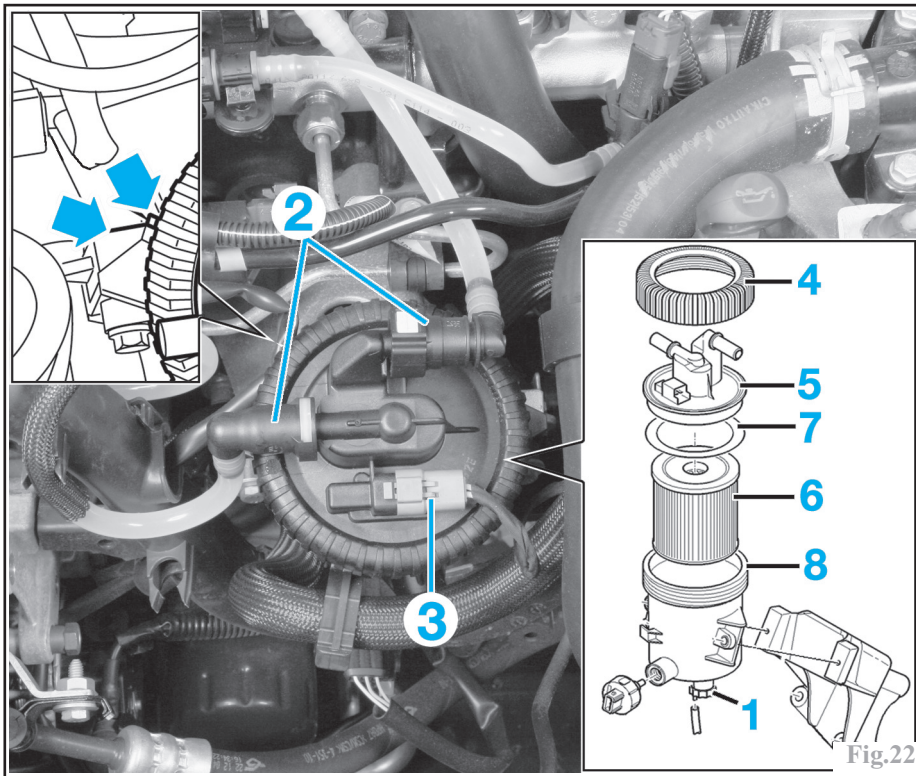

Fig.22
Ouvrir la vis de purge (1) (Fig.22).